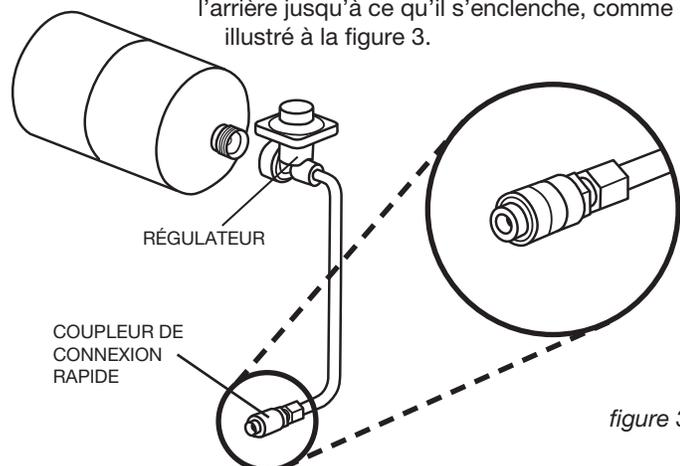

figure 3
1. Tout en tenant le régulateur dans une main, pousser la bouteille de propane dans le régulateur et tourner vers la droite jusqu'à ce que serré. Tirer le coupleur de connexion rapide vers l'arrière jusqu'à ce qu'il s'enclenche, comme illustré à la figure 3.